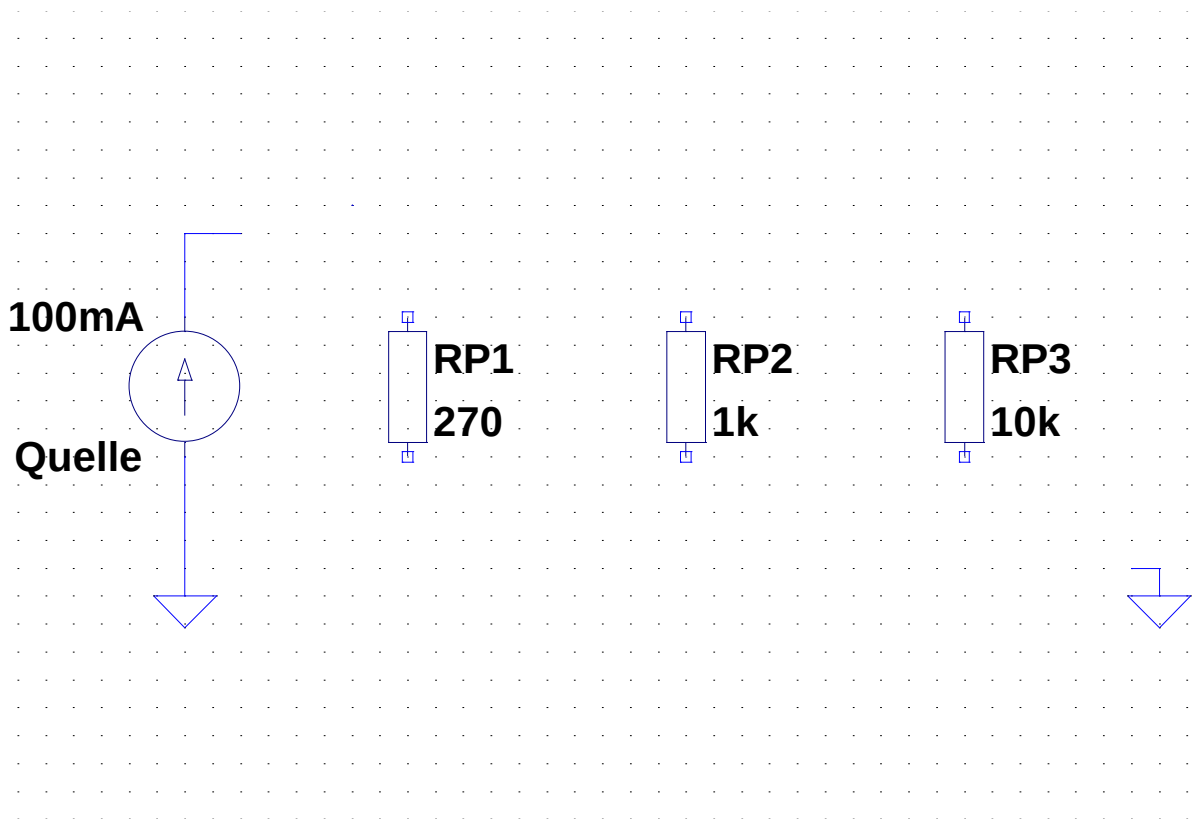

Abbildung 3 Widerstände Parallelschaltung
- Vervollständigen Sie die Schaltung in Abbildung 3, sodass die drei Widerstände parallel zur Spannungsquelle sind. Achtung: Zeichnen Sie dabei zusätzlich drei Amperemeter zur Messung der Ströme durch die Widerstände ein. Kennzeichnen Sie auch die Polung (rot: +, schwarz: -)